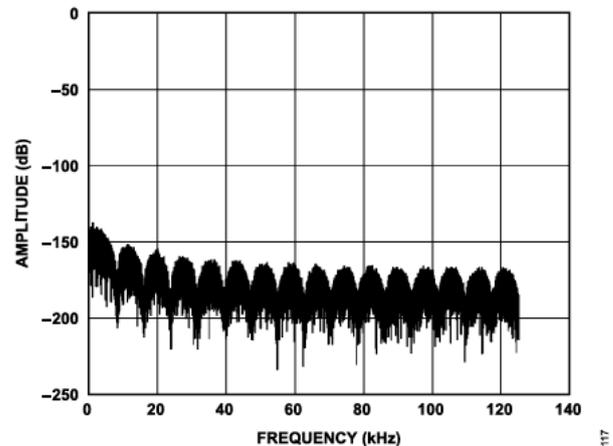

図 117. フィルタ・プロファイルのアップロード例
以下に示すシーケンスにより sinc1 フィルタをプログラムします。アドレス 0 からアドレス 23 の係数は 0 です。アドレス 24 からアドレス 55 の係数は 131,072 ( $2^{22}/32$ ) です。MCLK = 16.384MHz で ODR = 256kHz の場合は、8kHz と 8kHz の整数倍の位置にフィルタ・ノッチが現れます。このフィルタは低ノイズで、図 117 に示す特徴的なフィルタ・プロファイルによって識別できます。
17. データを収集します。得られるフィルタ・プロファイルを図 117 に示します。